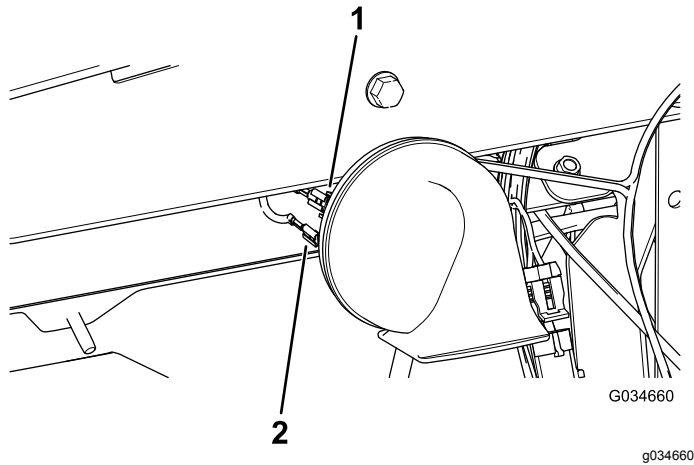

图 4
3. 将主线束的 2 个母接头插入 48V 喇叭的 2 个公接头 图 4。